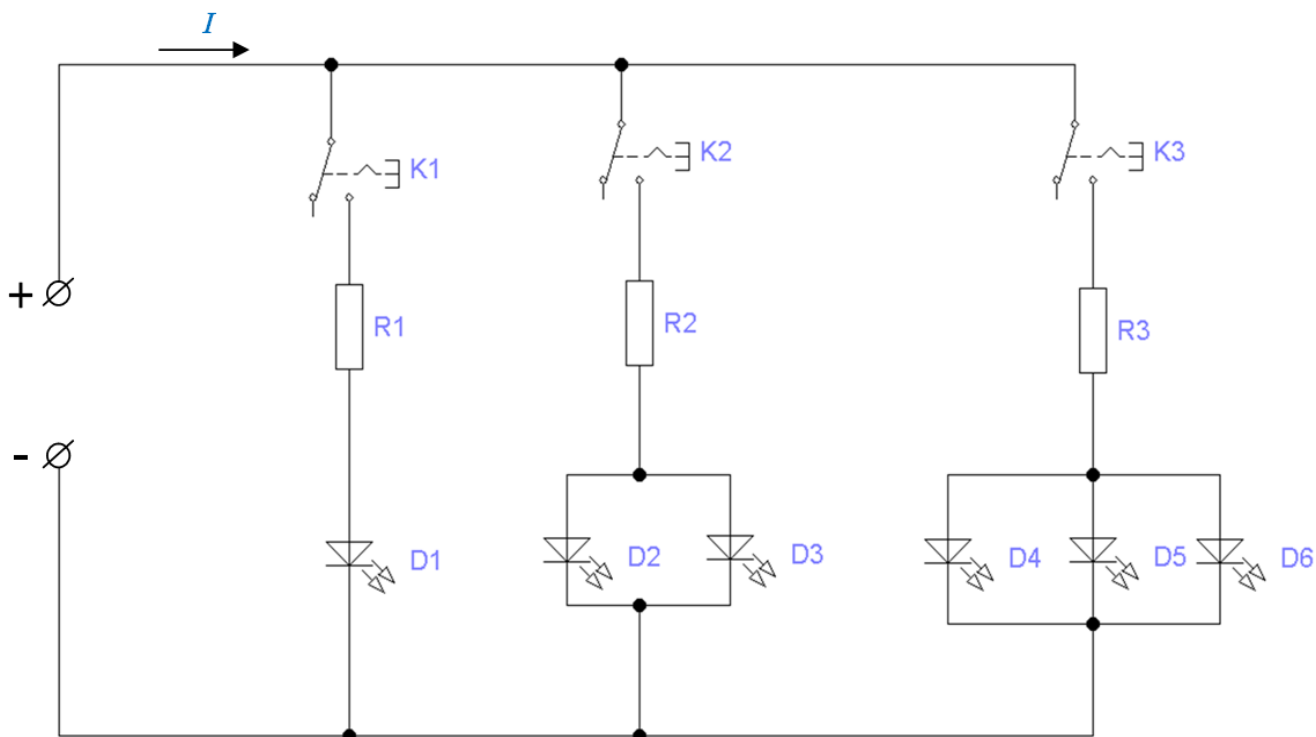

Рис. 1
1. Дополните схему (рис.1) элементами, которые необходимы для работы цепи в трех режимах: при установлении напряжения на блоке питания 6В и замыкании ключа (кнопки) К1, остальные ключи (кнопки) разомкнуты, загорается зеленый светодиод D1; при установлении напряжения на блоке питания 9В и замыкании ключа (кнопки) К2, остальные ключи (кнопки) разомкнуты, загораются два зеленых светодиода D2 и D3; при установлении напряжения на блоке питания 12В и замыкании ключа (кнопки) К3, остальные ключи (кнопки) разомкнуты, загораются красные светодиоды D4, D5, D6.